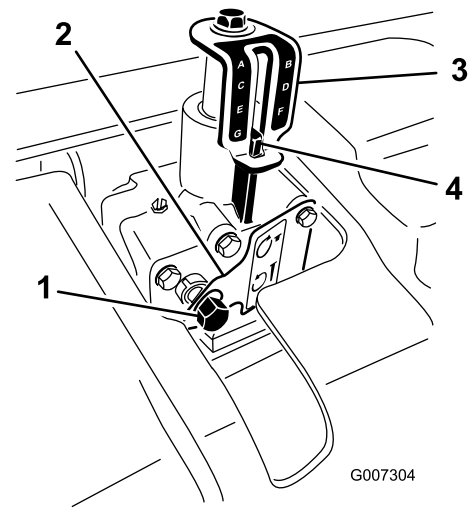

Bild 24
5. Drehen Sie den Tiefeneinsteller nach rechts, um die Aerifiziertiefe zu verringern oder nach links, um sie zu erhöhen (Bild 24).
6. Drehen Sie die Antriebswelle des Tiefeneinstellers, bis die gewünschte Tiefe auf dem Aufkleber für die Tiefenanzeige angezeigt wird (Bild 24).
3. Setzen Sie einen Sechskantschlüssel (9/16") mit Ratsche auf die Antriebswelle des Tiefeneinstellers auf (Bild 24).